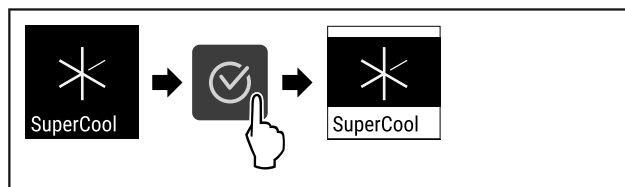

Fig. 90
- ▶ Izvedite zahtevane korake (glejte Fig. 90).